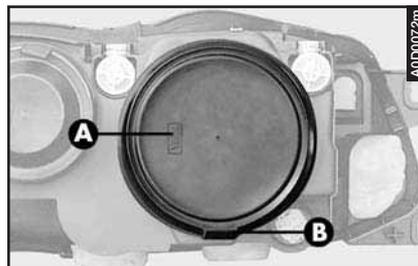

fig. 39
– Sfilare la cuffia in gomma (A-fig. 39) tirando l'aletta (B).